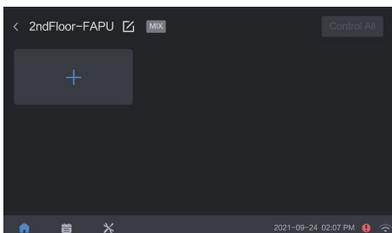

Рисунок 9 Отдельные устройства - Выбор устройств
- 2 Выберите устройства, которые вы хотите добавить, из группы отдельных устройств (см. Рисунок 9 Отдельные устройства - Выбор устройств) Для добавления выбранных устройств к соответствующей группе кликните на кнопке Add to (Добавить) в правом верхнем углу страницы. Вы можете добавлять устройства к группе, в которую включены устройства этого же типа, или к группе, в которую включены устройства различных типов (при отсутствии группы устройств, принадлежащих к одному типу, перечень будет пуст).